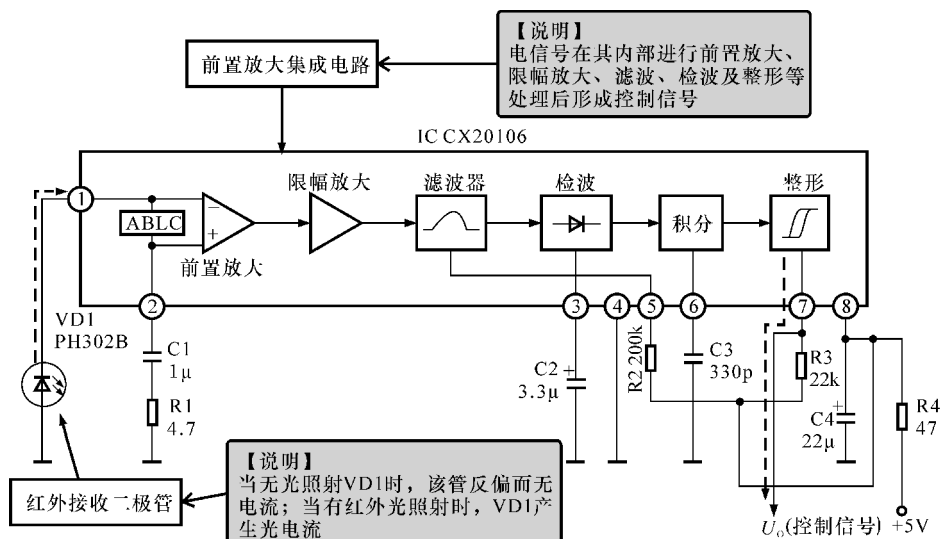

图 8-9 采用前置放大集成电路 (CX 20106) 构成的遥控接收电路
图 8-9 所示为采用前置放大集成电路（CX 20106）构成的遥控接收电路。其中红外接收二极管 VD1 为一个 PN 型光电二极管，当无光照射 VD1 时，该管反偏而无电流；当有红外光照射时，VD1 产生光电流，输入给 CX 20106 的①脚，在 CX 20106 的内部进行前置放大、限幅放大、滤波、检波及整形等处理后形成控制信号，由⑦脚输出。在前置放大电路的输入端还设有自动亮度控制电路 ABLC，可防止输入信号过大而使放大器过载。